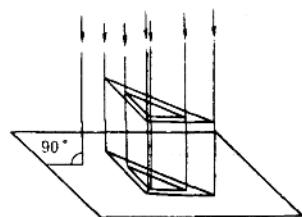

图 1-1 正投影
(1) 正投影 当投影线互相平行,并与投影面垂直时,物体在投影面上所得的投影,称为正投影,见图 1-1。